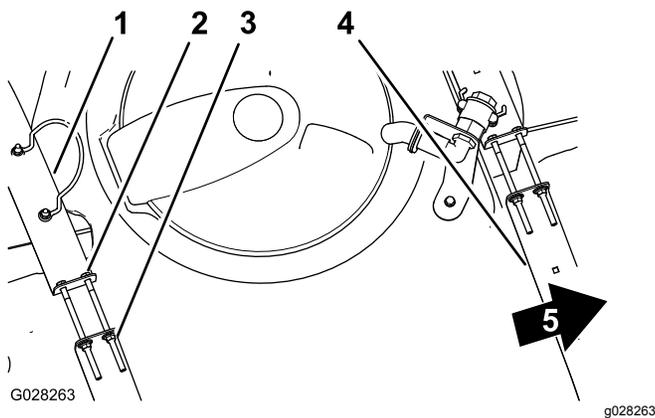

Рисунок 43
2. Убедитесь в отсутствии люфта между хомутами и баком (**Рисунок 43**).
3. Если хомуты вокруг бака ослаблены, затяните фланцевые контргайки и болты в верхней части хомутов заподлицо с поверхностью бака (Рисунок 43).